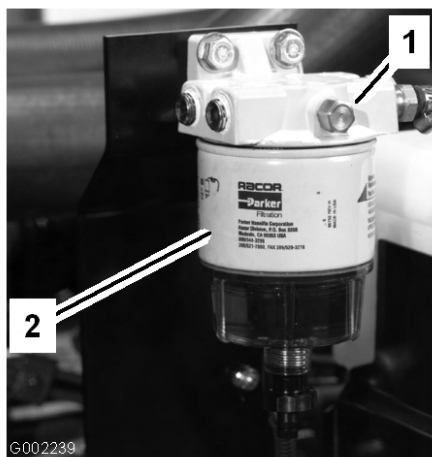

Figura 42
3. Abra el tapón de ventilación del separador de agua/combustible (Figura 42).